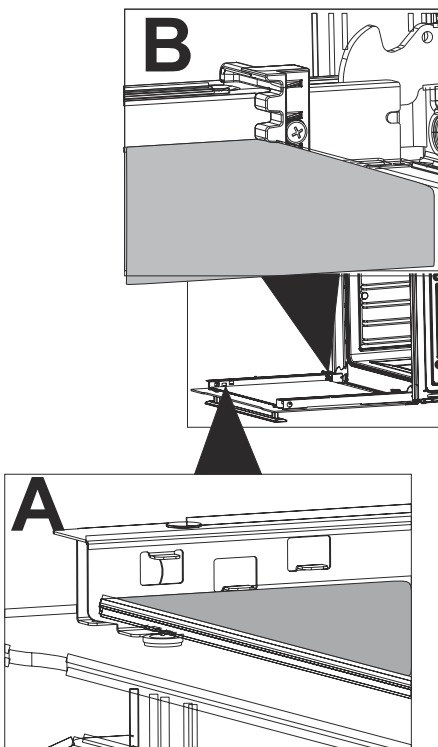

Abb. 38
*Beim einsetzen der mittleren Scheibe der Backofentür die unter Führung zum einschieben benutzen. (Abb. 38).*